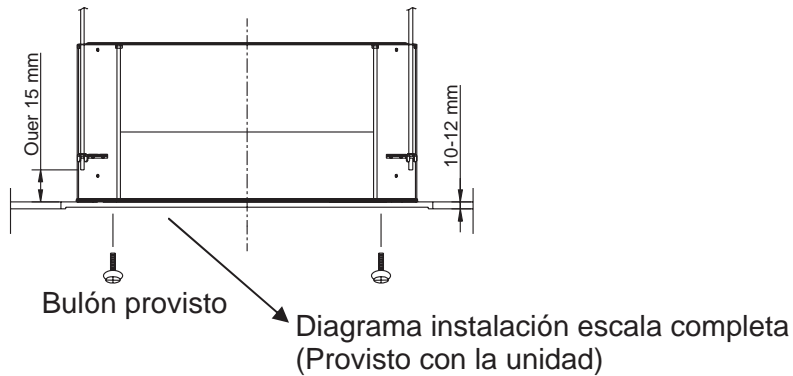

Fig.8
3. La longitud de los bulones de suspensión debe ser la correcta para una distancia entre la parte inferior del bulón y la parte inferior de la unidad, de más de 15 mm, como se muestra en Fig. 8.